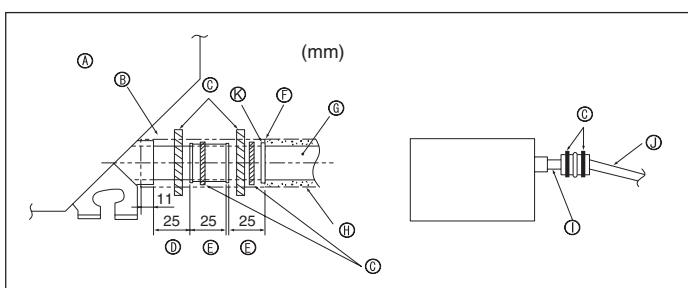

Fig. 5-2
⑬ PVC-pijp, O.D. ø32	⑭ Naar beneden lopend verval (1/100 of meer)
⑮ Maak de bocht zo groot mogelijk	⑯ PVC-pijp, O.D. ø38 voor gegroepeerd leidingwerk. (met tenminste 9 mm isolatie erop)
⑰ Binnenapparaat	⑱ Tot 85 cm
⑲ Gebruik dikker leidingen voor gegroepeerd leidingwerk.	⑳ Ophangbeugel
- Sluit de aftapbus (meegeleverd met het apparaat) aan op de afvoeropening. (Fig. 5-2)